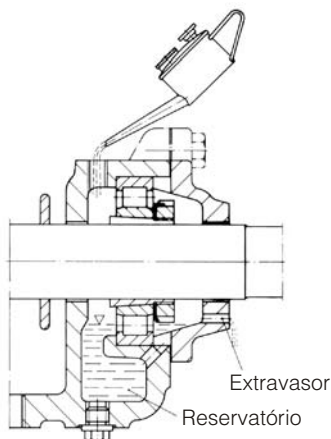

Fig. 25 - Colocação de óleo no mancal
- b) Completar com óleo através do furo da parte superior, até que vaze pelo extravasor da tampa do mancal (vide Fig. 25).